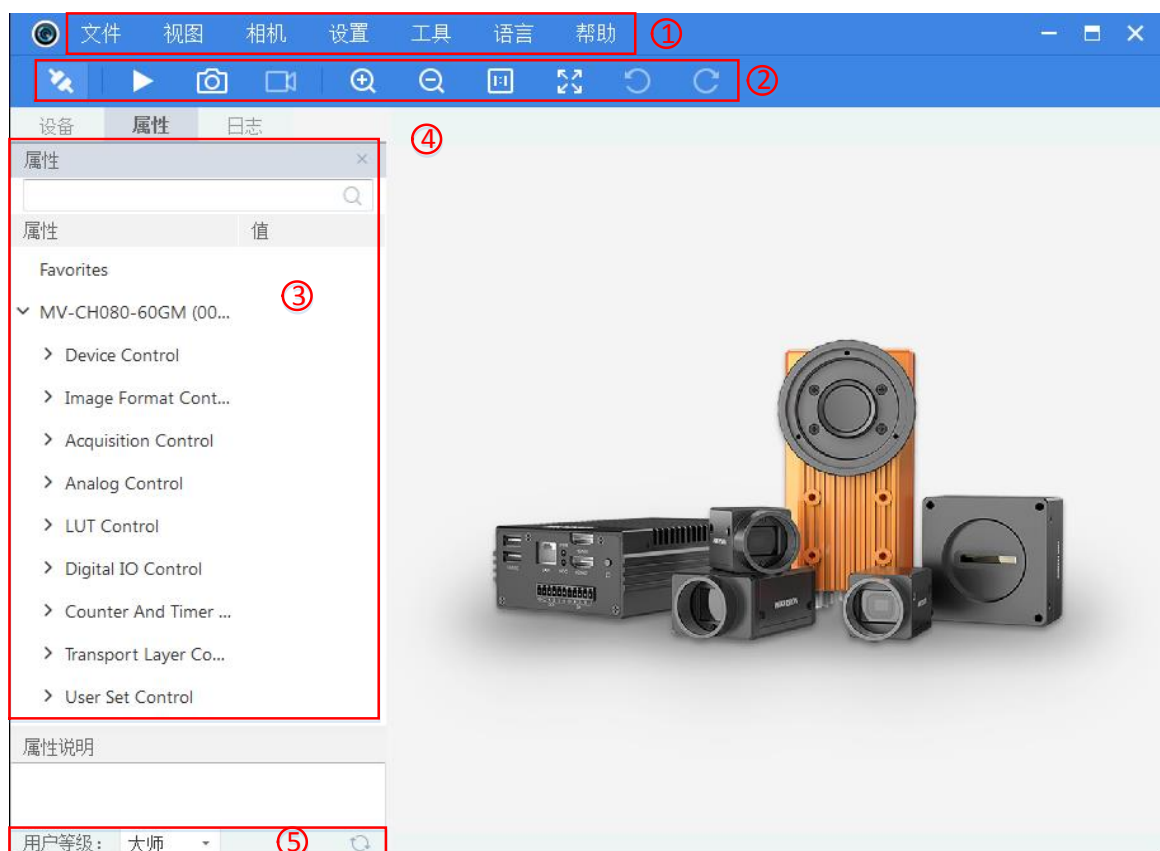

图3-4 客户端主界面
1. 双击桌面的 MVS 快捷方式，打开客户端软件，其中①②③④区域分别代表菜单栏区、控制工具条区、设备列表和属性区、预览区会显示当前设备列表中选中设备的图像，双击打开设备，设备属性如图 3-4 中③所示。
属性窗口下的用户级别，如图 3-4 中的⑤所示，有初级、专家和大师三种，对应的属性窗口中的参数会有部分差异。